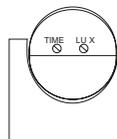

Fig.7
- Ruotare il selettore del comando luce (2) (fig.7) in senso orario (al massimo) ed il selettore temporizzatore (1)(fig.7) in senso orario (al minimo).
- Ruotare il selettore del comando luce (2) (fig.7) in senso anti-orario al minimo.
Se regolato il selettore di comando luce (2) (fig.7) oltre i due Lux il carico non deve lavorare dopo l'arresto.
- verificare la corretta regolazione del selettore del comando luce (2)(fig.7), in base alla luce ambientale.